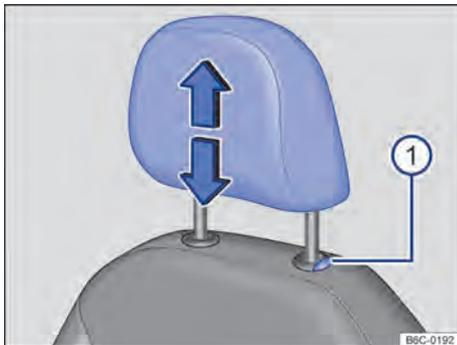
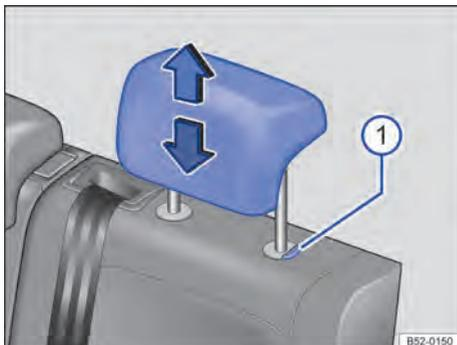

Fig. 64 Apoio para cabeça dianteiro: ajustar.
Fig. 65 Apoio para cabeça traseiros: ajustar.
- Deslocar o apoio para cabeça para cima ou para baixo na direção da seta com o botão → Fig. 64 ① ou → Fig. 65 ① pressionado → ▲ em *Introdução ao tema* na página 82.